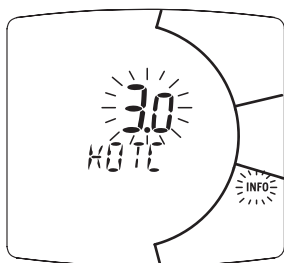

Figura 5.50
- Premere per più di 10 secondi il pulsante  per entrare in modalità " Parametri Impianto" (Figura 5.50).
L'andamento della temperatura al variare dell'impostazione fatta con i tasti 19 e 20 per un $K 1,5$ è illustrato nella Figura 5.50.